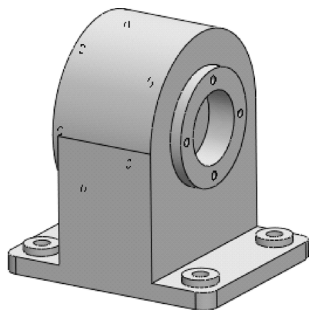

图 3-122 拉伸切除效果
STEP 2 执行拉伸切除操作,在 **STEP 1** 创建的实体上拉伸切除出直径为 11mm 的 4 个孔,效果如图 3-122 所示。